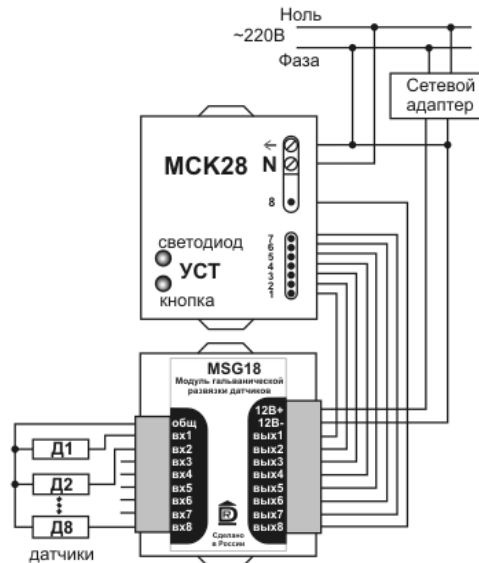

Рис. 1. Схема подключения датчиков через модуль гальванической развязки.
- 2.2. Подключить провода согласно рис. 1 или 2;
4.1. Подключение до 8 датчиков, имеющих релейный выход или выход типа «открытый коллектор» с питанием выходной цепи к командному модулю производится согласно рис. 1.